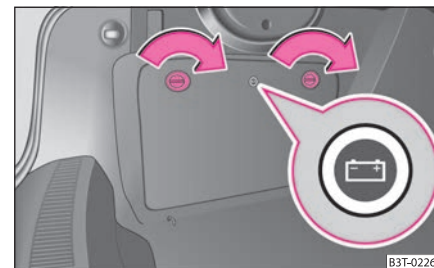

Fig. 192 Maletero: batería detrás de la cubierta
- El cajón con el símbolo  se abre girando el pivote de seguridad, p. ej. con una moneda o un destornillador plano, en sentido de la flecha ⇒ fig. 192.